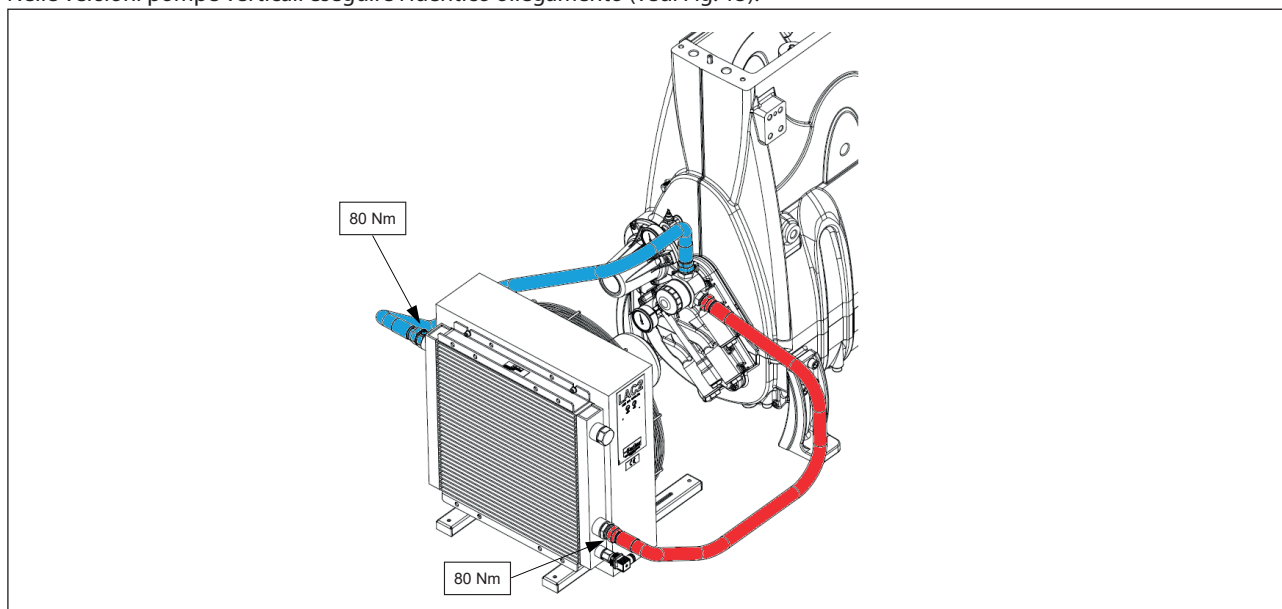

Fig. 15
2. Collegare il primo tubo mediante la curva a 90° al raccordo posizionato in ingresso dello scambiatore, situato sul lato in basso dello stesso (vedi Fig. 15). Serrare a coppia di 80 Nm.
Nelle versioni pompe verticali eseguire l'identico collegamento (vedi Fig. 15).